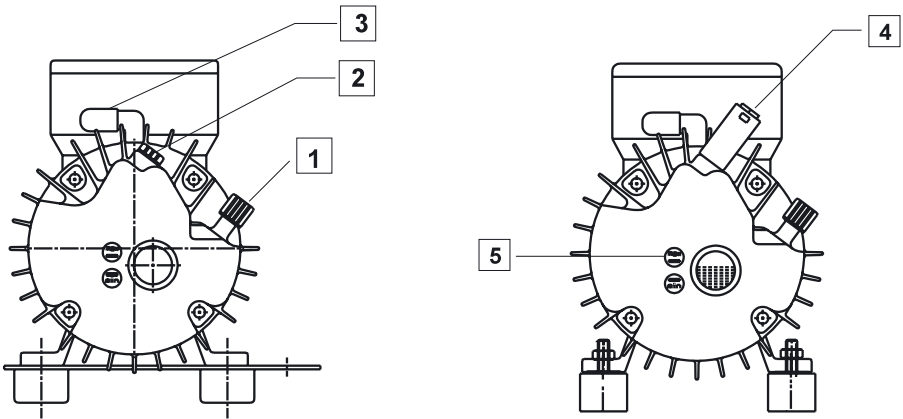
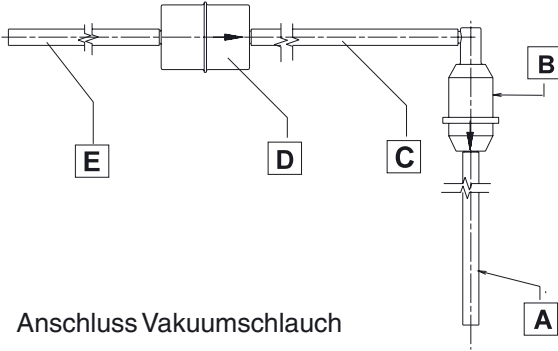

Abb. 6.1 Anschlüsse Vakuumpumpe
Abb. 6.2 Anschluss Vakuumschlauch
- Stopfen (2, Abb. 6.1) herausschrauben und in dieses Gewinde beiliegenden Schalldämpfer (4) einschrauben.
- Schutzkappe vom Ansaugstutzen (3) abziehen.
- Kappe (1) am Öleinfüllstutzen abschrauben.
- Pumpenöl aus mitgelieferter Flasche bis zur Markierung "max" (5) einfüllen.
- Kappe (1) wieder einschrauben.
- Vakuumschlauch (A, Abb. 6.2) auf Ansaugstutzen (3, Abb. 6.1) der Vakuumpumpe stecken.
- Schlauch (E, Abb. 6.2) am Brennofen anschließen. Siehe Bedienungsanleitung für Dentsply-Keramiköfen.
- a. Vakuumpumpe ausschalten und den Vakuumschlauch vom Stutzen (3, Abb. 6.1) entfernen.
- b. Verschlusskappe (1, Abb. 6.1) vom Öleinfüllstutzen abschrauben. Dichtung abnehmen.
Das durchsichtige Ansaugfilter (s. Abb. 6.2) mit Rückschlagventil B kontrollieren. Wenn dieses Filter verschmutzt ist, den kompletten Filtersatz Nr. 03260049 erneuern.